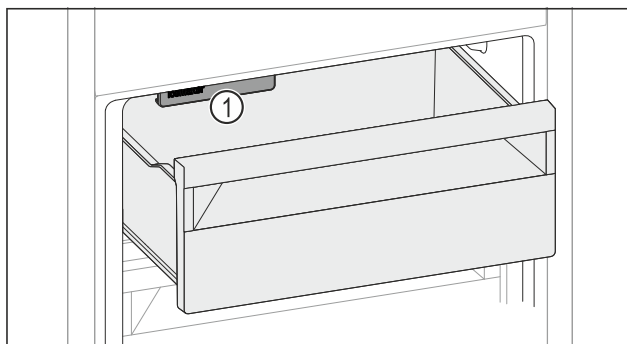

Fig. 126
- ▶ Prihliadajte na IceMaker Fig. 126 (1).